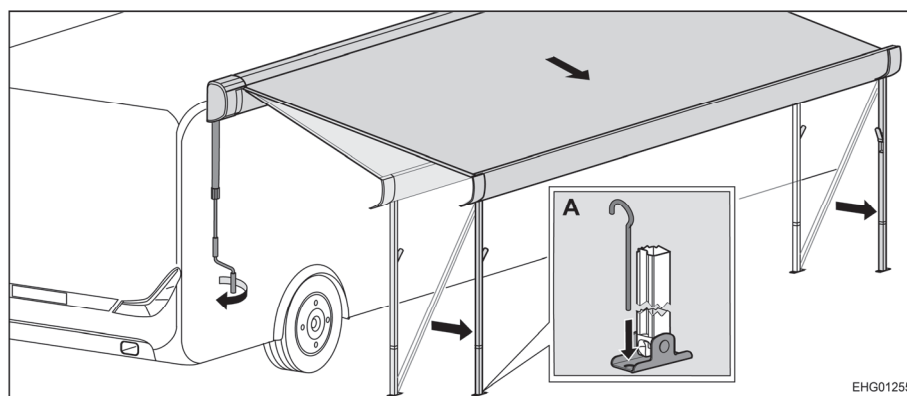

Bild 51 Placera markisen i ändläge
- Fäst stödfötterna med tältpinnar i marken (Bild 51,A).